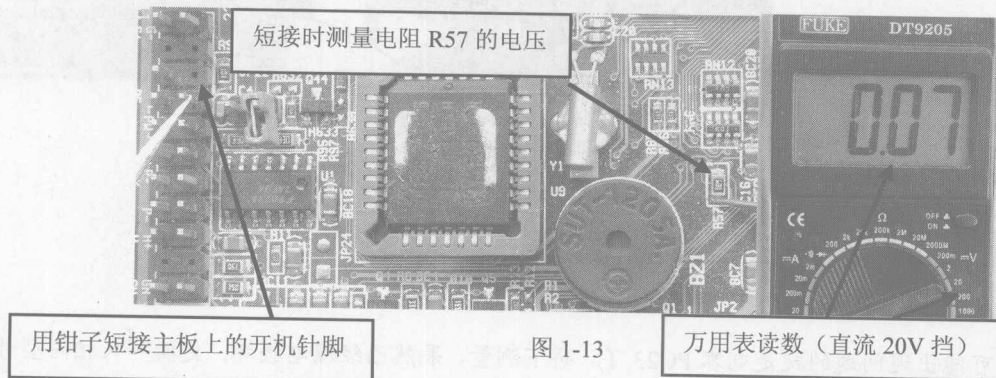

图 1-13
⑦ 测量当用钳子短接主板电源开关的两针脚时电阻 R57 上的电压，如图 1-13 所示。